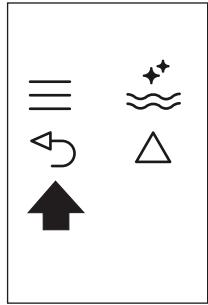

Fig. 25
- Pulse el icono (B6) (Fig. 25) dos veces para salir del menú.